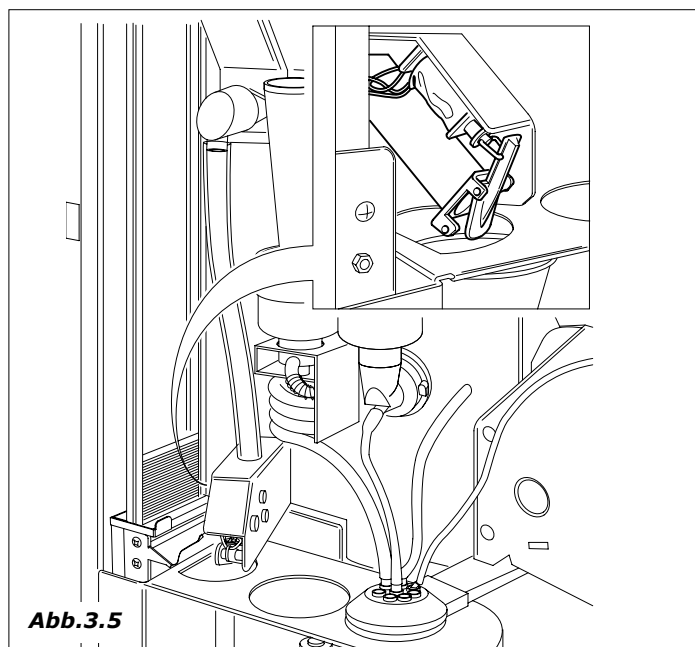

Abb.3.5
- 2** Elektromagnet, mit dessen Hilfe Zucker von Flansch in Rutsche und Becher fällt, wird eingeschaltet (Abb. 3.5).